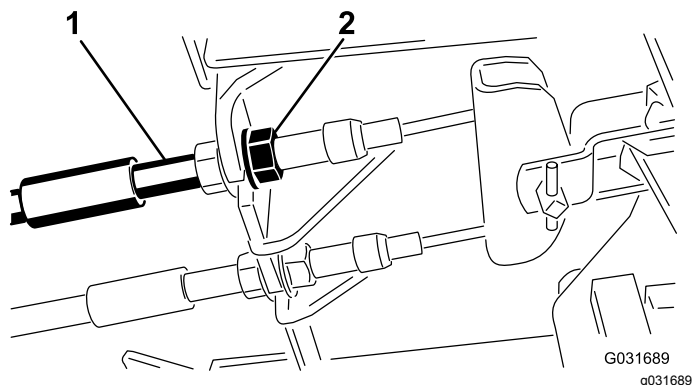

Figura 72
1. Per ridurre il gioco dei pedali del freno, stringete i freni allentando il dado anteriore sull'estremità filettata del cavo del freno (Figura 72).